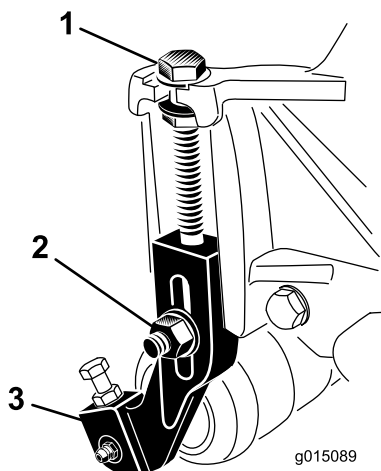

図 16
1. 刈り高ブラケットをカッティングユニットのサイドプレートに固定しているロックナットをゆるめる 図 16。